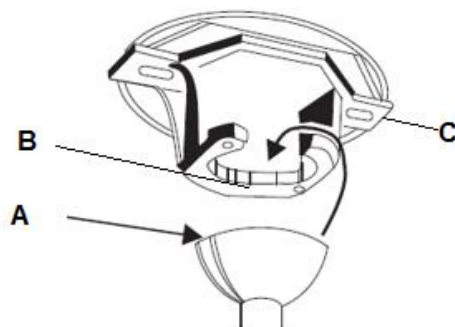

Fig. 6
Sollevarre il ventilatore sulla staffa di supporto. Assicurarsi che la fessura (A) del giunto sferico sia posizionata sul perno (B) della staffa di supporto (C), in modo tale da evitare che il ventilatore ruoti quando è in funzione (Fig. 6)